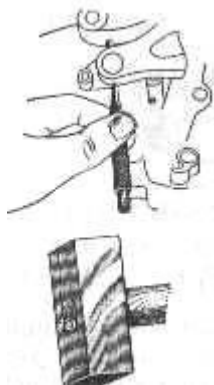

Рис. 84. Выбивания фиксирующего штифта кулачка автоматического выключения сцепления
1. Бородком выбить штифт. Выбивать нужно снизу вверх (рис. 84), так как штифт конический.